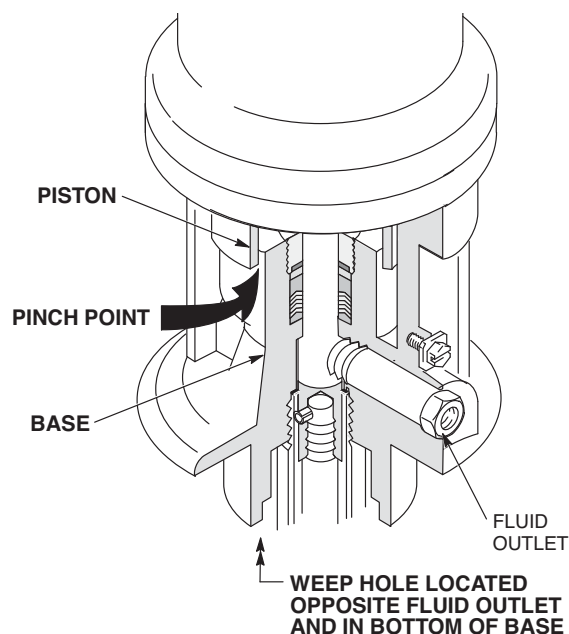

図 13
3. エアモーターピストンがストロークの頂点にあることを確認します。頂点にない場合は、**可動部品に指を近づけないようにしながら**、エアインレットに非常に低い圧力のエアを入れてピストンを上に動かします。エアレギュレーターを閉じて、エア供給ホースを取り外します。(図 13)